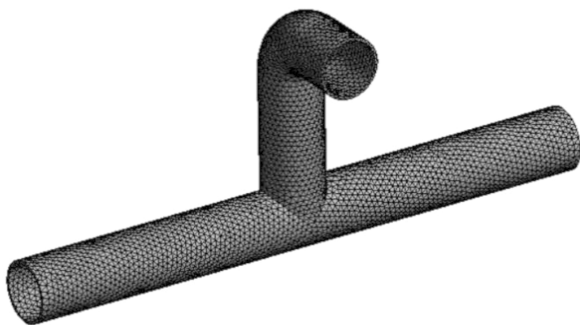

图 11-133 划分网格
(1) 在导航树里单击【Mesh】→【Details of “Mesh”】→【Sizing】→【Size Function】= Curvature, 【Relevance Center】= Medium, 其他默认。
(2) 在标准工具栏中单击, 选择水龙头模型, 然后在导航树上右键单击【Mesh】, 从弹出的菜单中选择【Insert】→【Sizing】→【Details of “Body Sizing” -Sizing】→【Definition】→【Element Size】= 2mm, 【Advanced】→【Size Function】= Curvature, 其他默认。
(3) 生成网格: 右键单击【Mesh】→【Generate Mesh】, 图形区域显示程序生成的四面体网格模型, 如图 11-133 所示。